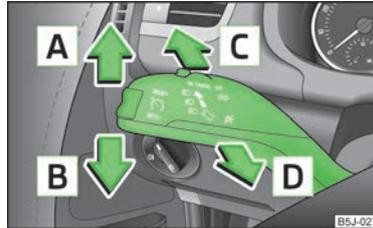

Abb. 25
- › Den Blinkerhebel » Abb. 25 auf Seite 42 » Seite 42 nach oben bzw. nach unten drücken - das Standlicht auf der rechten bzw. linken Fahrzeugseite wird eingeschaltet.
- Den Hebel » Abb. 25 nach oben  bzw. nach unten  drücken.
- Den Hebel » Abb. 25 nach vorn in Pfeilrichtung  drücken.
- Den Hebel » Abb. 25 zum Lenkrad (gedeferte Stellung) in Pfeilrichtung  ziehen - das Fernlicht und die Kontrollleuchte  im Kombi-Instrument leuchten auf.